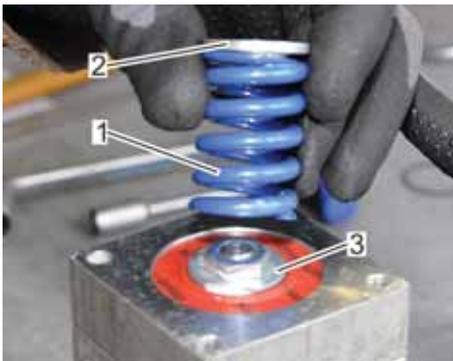

Abb. 55: Sollwertfeder mit Federteller entfernen
6. → Sollwertfeder (Abb. 55/1) mit Federteller (Abb. 55/2) vom Membranteller komplett (Abb. 55/3) abnehmen und beiseitelegen.